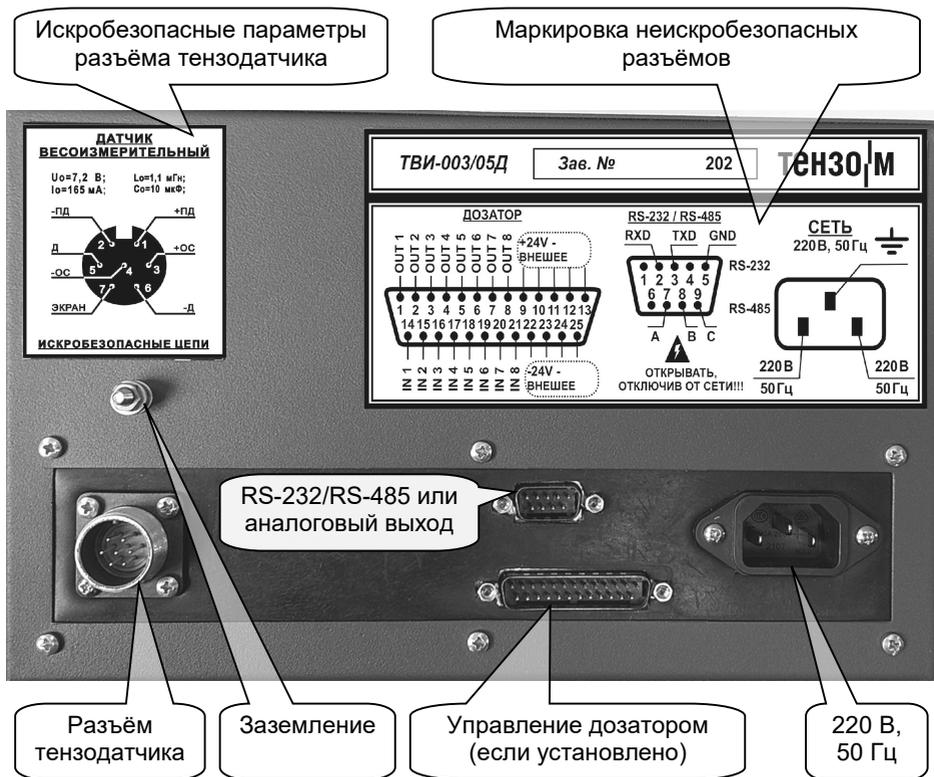
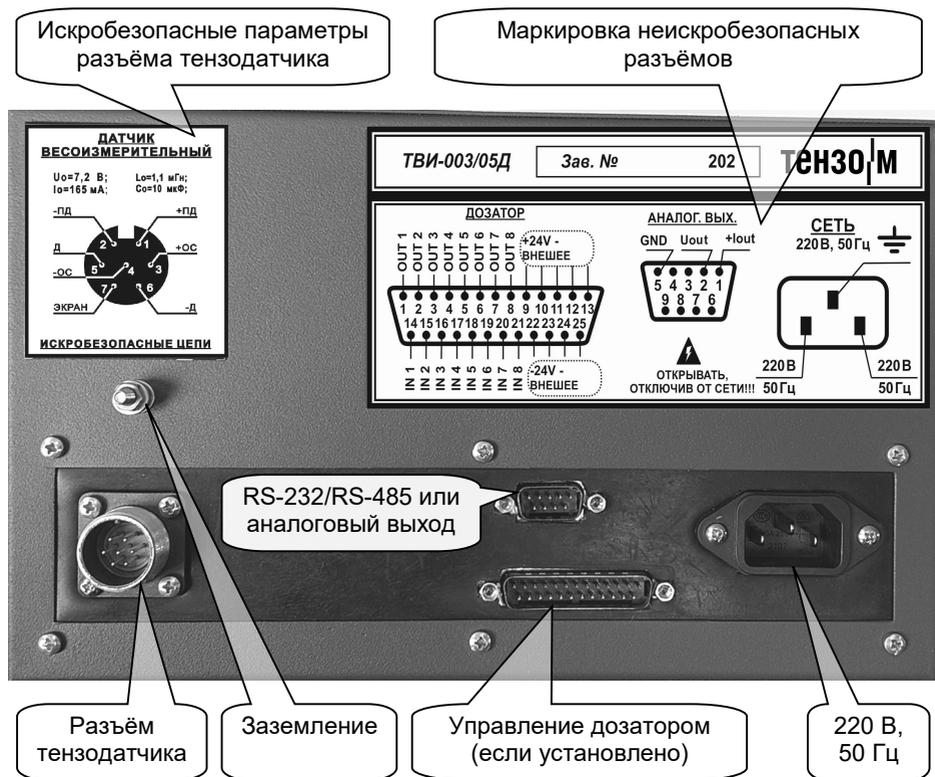

Рис. 8.2. Внешний вид сзади Преобразователя с установленным модулем цифрового интерфейса.
Рис. 8.3. Внешний вид сзади Преобразователя с установленным модулем аналогового выхода
На Рис. 8.2 изображён внешний вид сзади Преобразователя с установленным модулем цифрового интерфейса.
На Рис. 8.3 изображён внешний вид сзади Преобразователя с установленным модулем аналогового выхода.
9.3. Подключить кабель от грузоприемного устройства весоизмерительной системы к разъёму для подключения датчика весоизмерительного ТВИ-003/05Д (см. Рис. 8.2, стр. 15).
9.4. Если предполагается использовать последовательные интерфейсы, аналоговый выход или дискретные входы/выходы, подключите внешние устройства весоизмерительной системы к соответствующим разъёмам (см. Рис. 8.2, стр. 15 и Рис. 8.3, стр. 16).